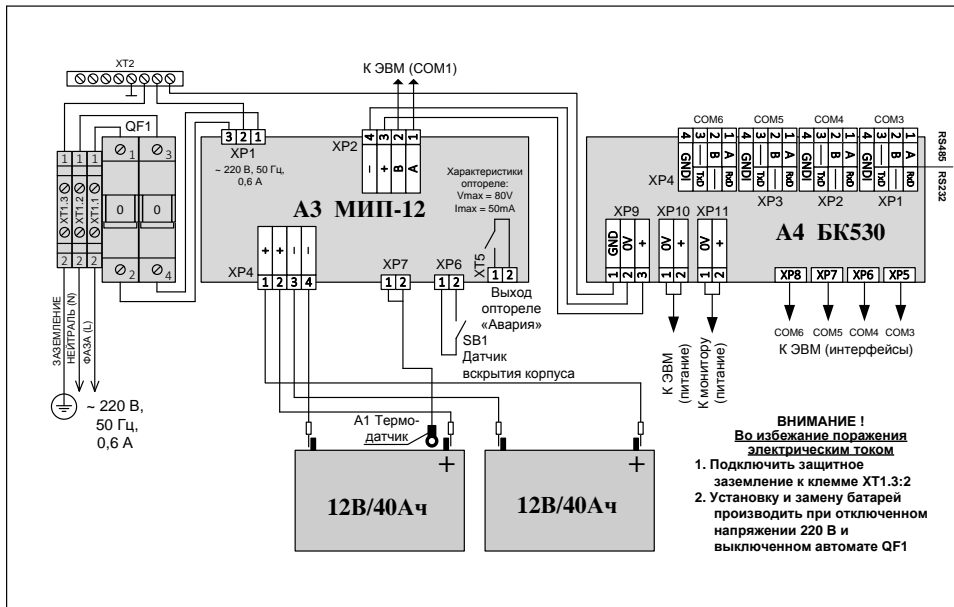

Рисунок 2. Схема подключения ЦПИУ «Орион» при эксплуатации
Монтаж соединительных линий производится в соответствии со схемой, приведённой на рис. 2.
Согласно схеме на рис. 2:
5. К выводу батареи подключить О-образную клемму термодатчика, как указано на рис. 3, согласно схеме на рис. 2.
6. Подключить сетевые провода к входному клеммнику ЦПИУ «Орион» **(фаза (L) должна быть подключена к ХТ1.1:2, см. рис. 2).**